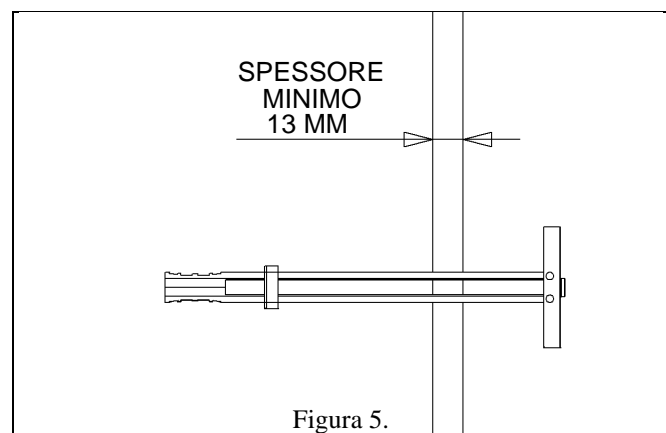

Figura 5.
3. Con i tasselli in plastica (100) inseriti nel foro, ruotare l'estremità all'interno del foro perpendicolarmente alla parete (figura 5).